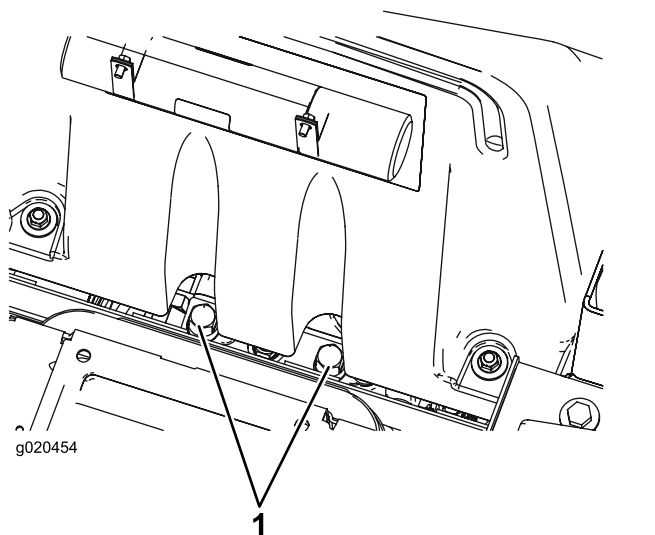

Figura 52
1. Levante el asiento y localice las válvulas de desvío, que están situadas debajo de la parte delantera del depósito de combustible (Figura 52).